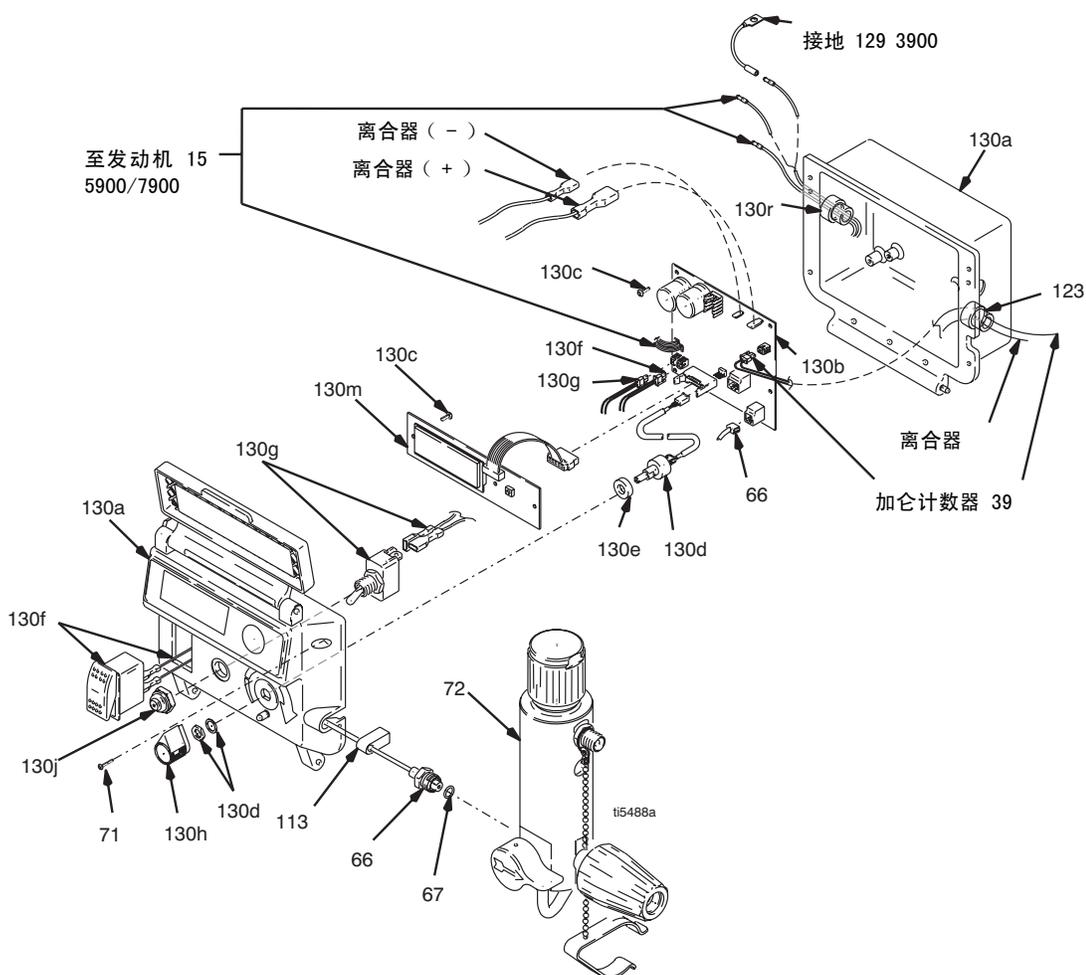

图 14
12. 图 14. 将离合器的电缆连接器接入压力控制器内。
1. 图 14. 卸下 2 个螺钉 (71) 并翻下盖子 (130a) 。
- 图 14. 卸下 2 个螺钉 (71) 并翻下盖子 (130a)。
- 来自传感器 (66) 的导线
- 来自加仑计数传感器 (39) 的导线
- 图 14. 用 4 个螺钉 (130c) 安装控制板 (130b)。
- 断开控制板 (130b) 上的传感器 (66) 接线。
- 将传感器的连接器拉过橡胶套管 (113)。
- 从过滤器外壳 (72) 卸下压力控制传感器 (66) 和 O 形圈 (67)。
- 图 14. 将压力控制传感器 (66) 和 O 形圈 (67) 装到过滤器外壳 (72) 上。用 35 — 45 磅英尺的扭力拧紧。
- 将传感器 (66) 的接线连到控制板 (130b) 上。
- 翻上盖子 (130a) 并用 2 个螺钉 (71) 固定。
- 图 14. 安装电位器、轴杆螺帽、防松垫圈和电位器旋钮 (130h)。